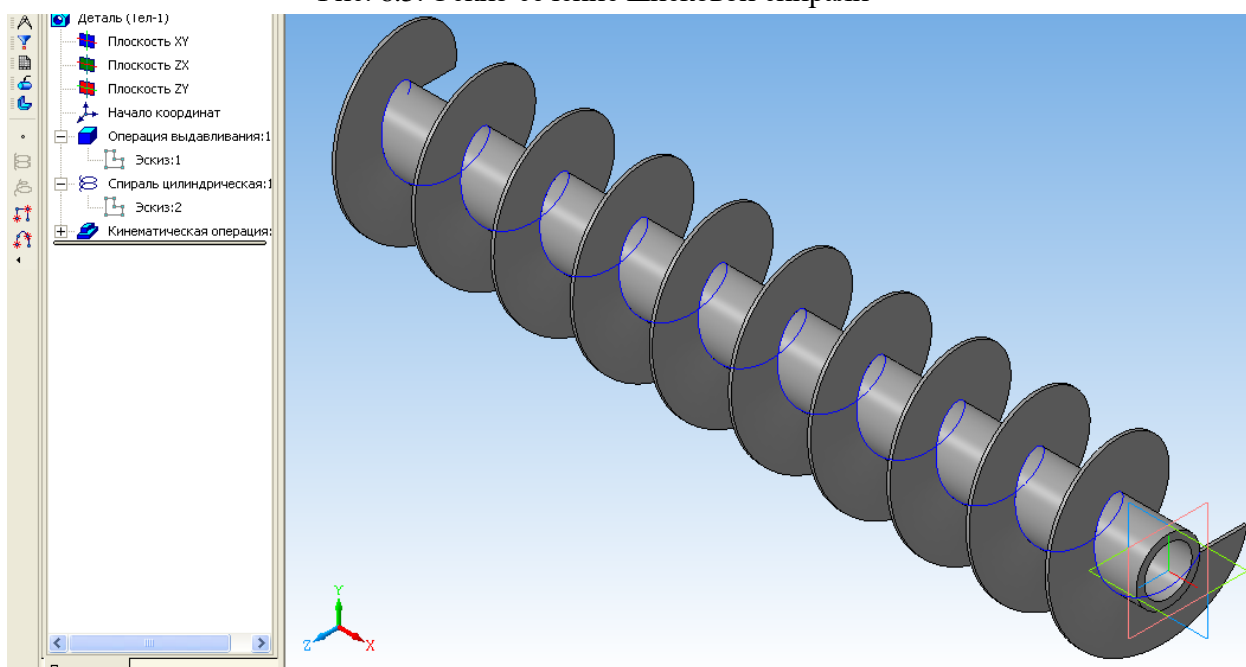

Рис. 6.6. Модель Шнекового конвейера
**стенки** было выбрано **Нет**. Нажмите на клавишу **Создать объект**, и модель Шнекового конвейера будет готова (рис. 6.6).